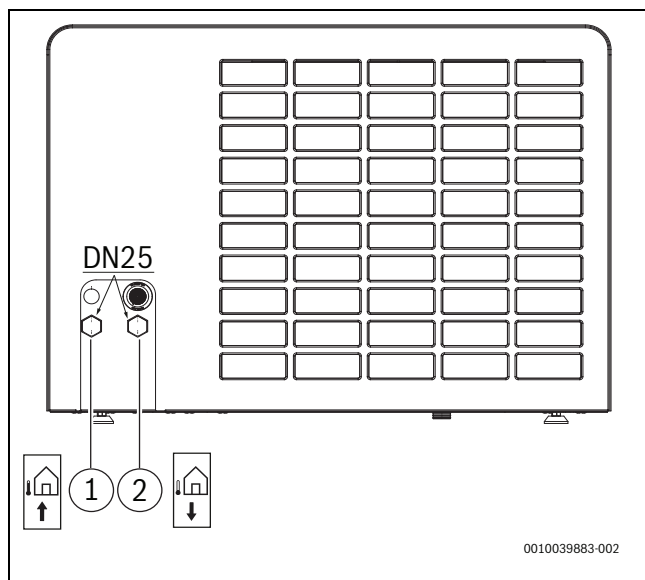

Fig. 33 Raccordements des tuyaux de fluide caloporteur ; la description s'applique à toutes les tailles
- Raccorder la conduite de départ de l'unité intérieure à la sortie du fluide caloporteur (→ [1], fig. 33).
- Raccorder la conduite de retour de l'unité intérieure à l'entrée du fluide caloporteur (→ [2], fig. 33).